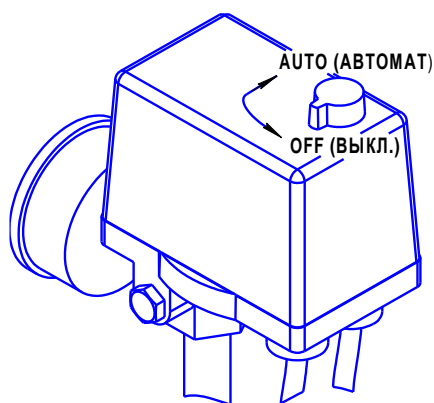

Рисунок 3
- 1 Проверьте, чтобы выключатель на прессостате находился в выключенном положении "OFF" (см. рисунок 3).
- 1 Выключить компрессор выключателем на прессостате. Для этого необходимо переключить выключатель в положение "OFF" (см. рисунок 3). После этого остановится электродвигатель и произойдет сброс давления из нагнетательного воздухопровода и поршневого блока.
7.3.2 Компрессор оборудован устройством защиты от перегрузок. При нарушении питания электрической сети, а также при работе с ПВ более 60% возможно автоматическое срабатывание защиты двигателя. Для пуска компрессора после срабатывания защиты выполните следующие действия: после того, как двигатель остынет до допустимой температуры переключите выключатель на прессостате в положение "OFF" (см. рисунок 3), а затем включите компрессор переключив выключатель в положение "AUTO".